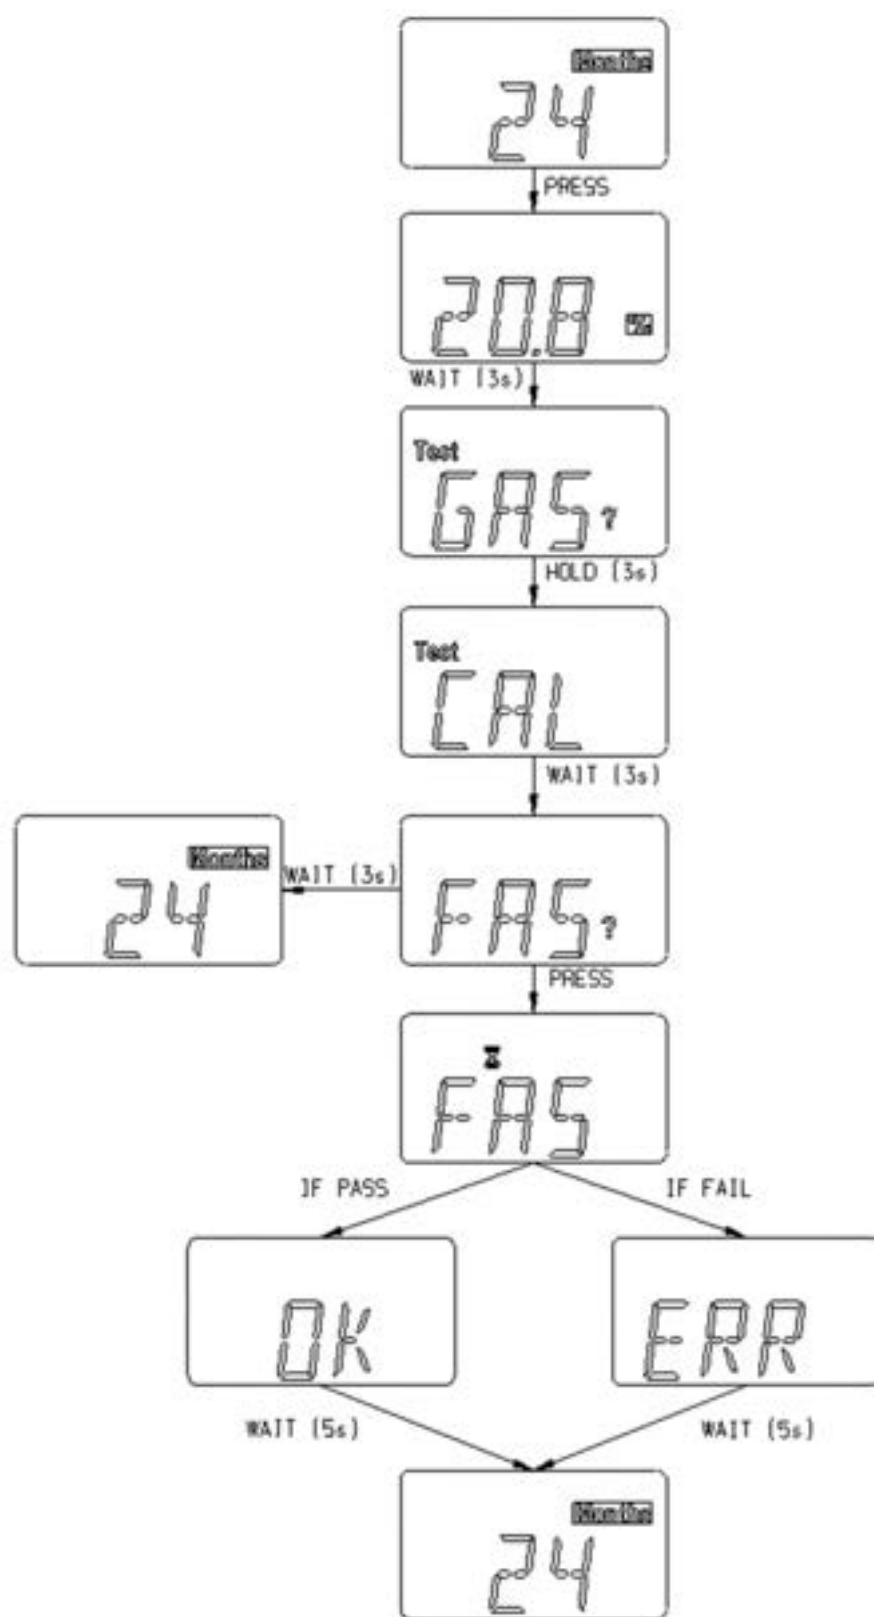

Figura 9 Diagrama de flujo de calibración (oxígeno)
- Consulte Figura 9 para obtener información más detallada al respecto.